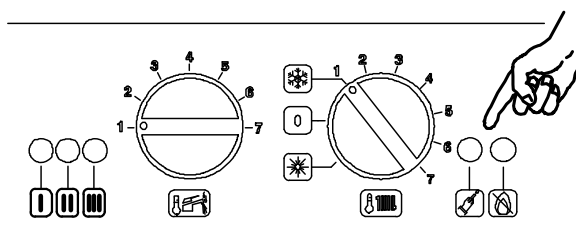

Fig. 7.3
3. Keep the boiler reset push-button pressed, see Fig. 7.3 for about 10 secs., the blockage LED will start flashing.
3. Держать нажатой кнопку перезапуска бойлера Fig. 7.3 в течение около 10 секунд, начнёт мигать индикаторная лампа блокирования.
5. If this sequence is not displayed, press the reset push-button, see Fig. 7.3 as many times as required (4 times) for the correct displaying.
6. To display the current set-up, keep the reset push-button shown on Fig. 7.3 pressed for about 5 seconds. Signal LEDs will flash as many times as the number shown near the gas type description.
5. Если не отображаются в настоящем порядке, нажать кнопку перезапуска, указанную в Fig. 7.3 несколько раз (4 раза) до отображения
6. Для отображения установленной настройки, держать нажатой кнопку перезапуска, указанную в Fig. 7.3 в течение около 5 секунд. Индикаторные лампы будут мигать такое количество раз, какое число приведено сбоку от описания вида газа.